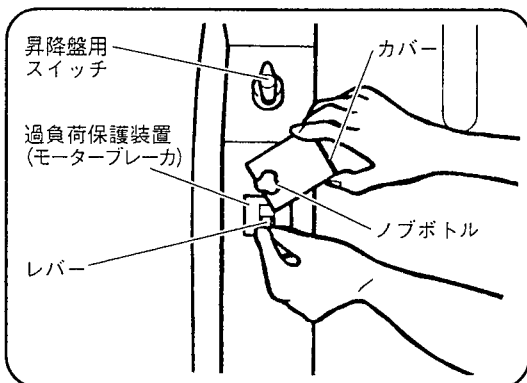

図 50
- (1) 過負荷保護装置(モーターブレーカ)が作動すると、この軸が停止します。
- (2) 昇降盤用スイッチを切ります。
- (3) ノブボルトをゆるめカバーを開きます。
- (4) 過負荷となる原因を取り除き、約1分後に過負荷保護装置(モーターブレーカ)のレバー持ち上げてください。(図 50)
- (5) 昇降盤用スイッチを「カット」または「のこ刃」に選択して作業を再開してください。